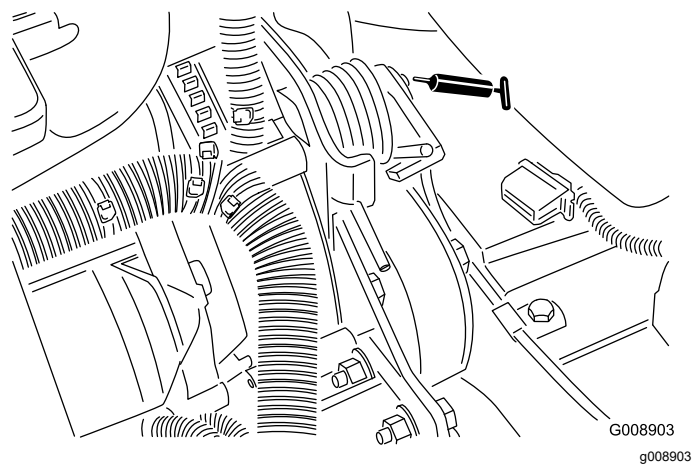

Рисунок 42
- Шарнир механизма натяжения ремня (Рисунок 42)